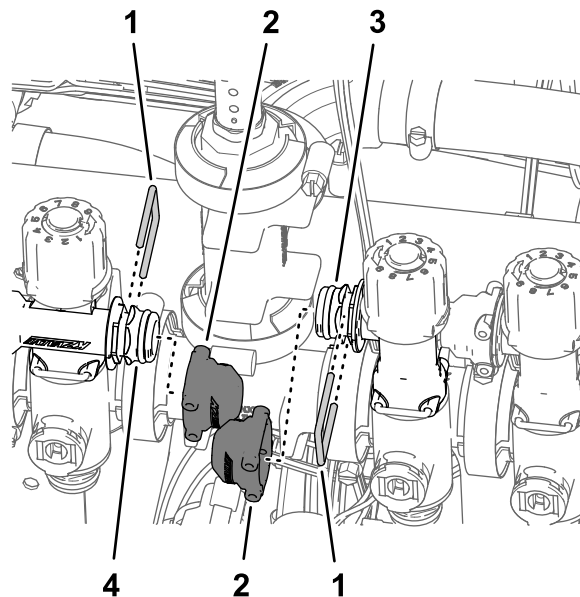

Figure 102
- Fixez les obturateurs sur les raccords rapides des soupapes de dérivation des des vannes de buses 5 et 6 avec les étriers fournis avec les obturateurs (Figure 102).